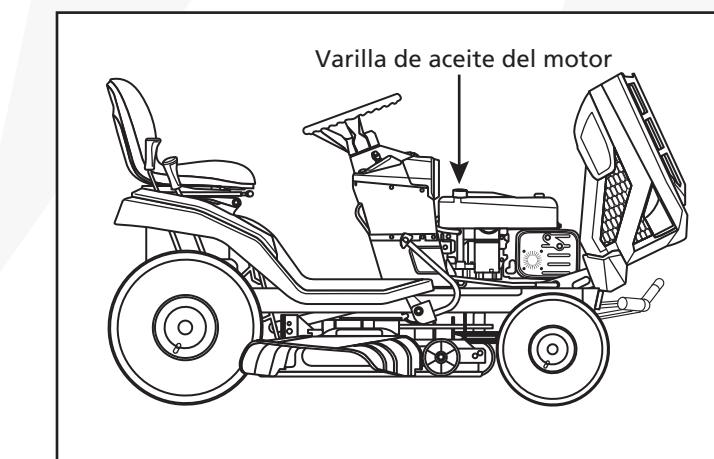
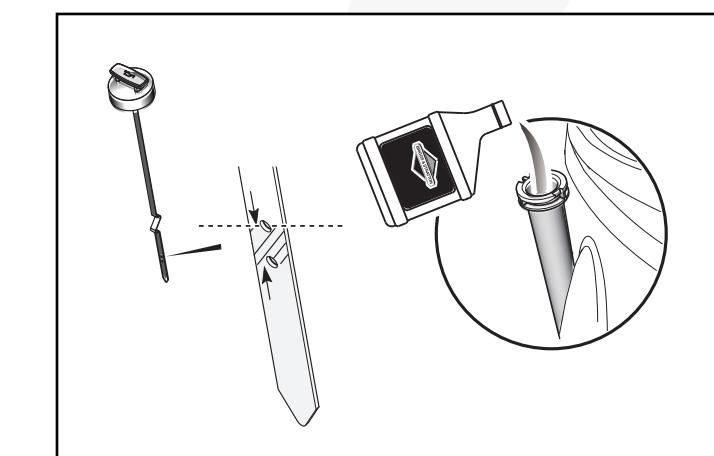

Fig. 13
Fig. 14
3. Retire la varilla de medición (Fig. 13 y Fig. 14). Limpie los restos de aceite de la varilla.
8. Si el nivel de aceite es BAJO, añada aceite en el tubo de llenado de aceite. (Fig. 14)